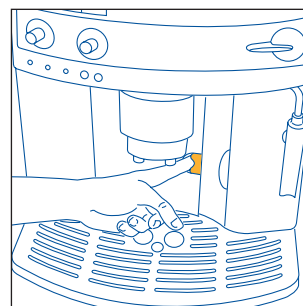
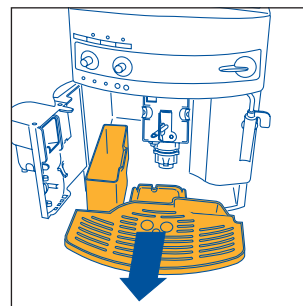

Рис. 15
Рис. 16
ПРИМЕЧАНИЕ 7: кофеварка подсчитывает количество чашек воды, которые были приготовлены. Каждые 14 маленьких чашек (или 7 больших)  загорается индикатор (гл. 12, пункт 3), предупреждая, что кассета для кофейной гущи заполнена и ее необходимо вытряхнуть и прочистить. До очистки кассеты для гущи лампа остается горячей, а кофеварка больше не готовит кофе. Для того, чтобы произвести очистку, откройте дверцу для обслуживания, расположенную в передней части, потянув за специальную ручку, рис. 15; загорится мигающий индикатор , см. пар. 12, п. 9, затем извлеките ванночку для сбора воды, рис. 16, слейте и очистите ее.
- откройте дверцу для обслуживания, рис. 15;
- извлеките ванночку для сбора воды и кассету для гущи, рис. 16 и промойте их;